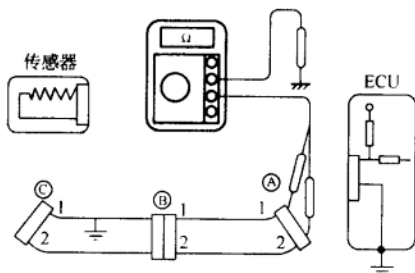

图 1-12 检查线路短路
2) 短路的检查方法。如果配线短路搭铁，则可通过检查配线与车身或搭铁是否导通来判断短路的部位，如图1-12所示。
① 脱开连接器①和③，测量连接器①的端子1和端子2与车身之间的电阻值。如果测得的电阻值分别为 0Ω 和 ∞ ，则说明连接器①的端子1与连接器③的端子1的配线与车身之间有短路搭铁故障。
② 脱开连接器②，分别测量连接器①的端子1和连接器③的端子1与车身（或搭铁线）之间的电阻